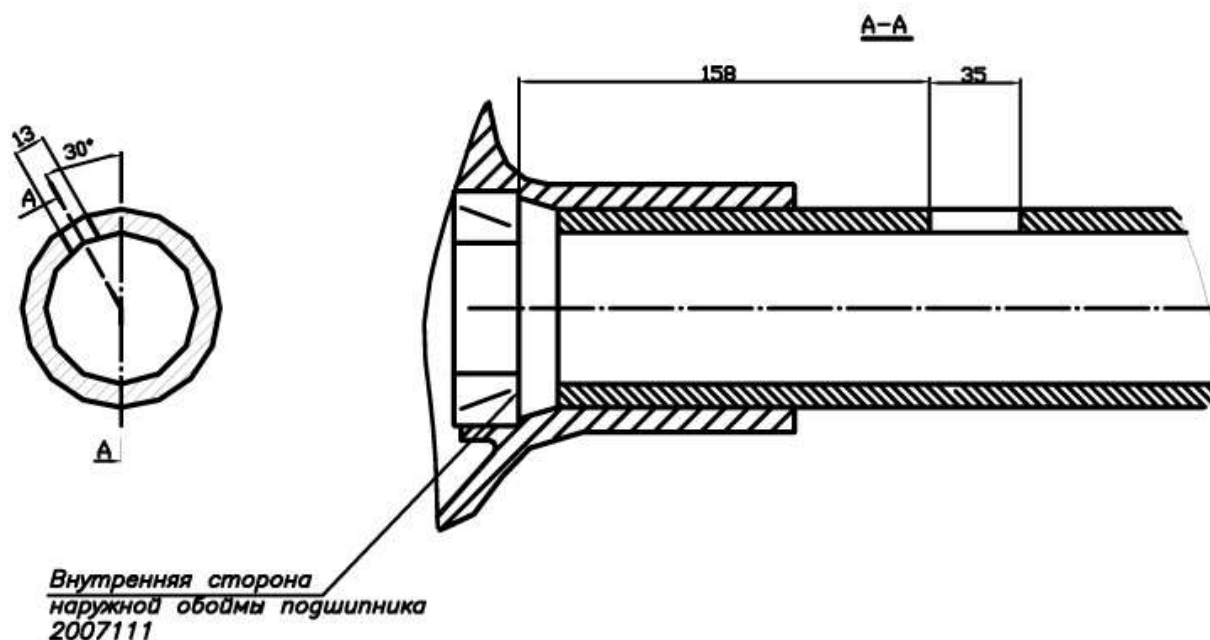

Рис. 2.
3.1. В соответствии с рис. 2 сделайте паз для установки вилки включения блокировки дифференциала.